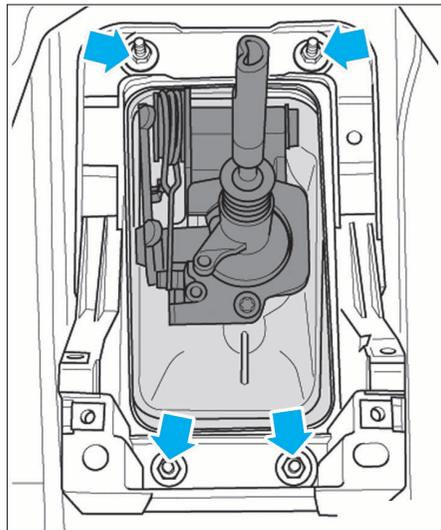

FIG. 11
- le cendrier (3) de la console centrale.
- Déposer les 4 écrous (Fig.11).